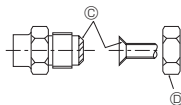

Fig. 5-1
Ⓐ (Fig. 5-1)
Ⓑ (Fig. 5-1)
5.2. Anslutningsrör (Fig. 5-1)